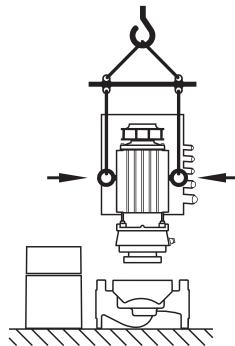

Fig. 23: Транспортировка съемного блока
- Транспортировочные проушины, перенесенные с фланца мотора на корпус мотора, разрешается использовать только для перемещения/транспортировки съемного блока (рис. 23), но не всего насоса. Использование проушин для отделения съемного блока от корпуса насоса запрещено (обратить внимание не предшествующий демонтаж и последующий монтаж проставок).